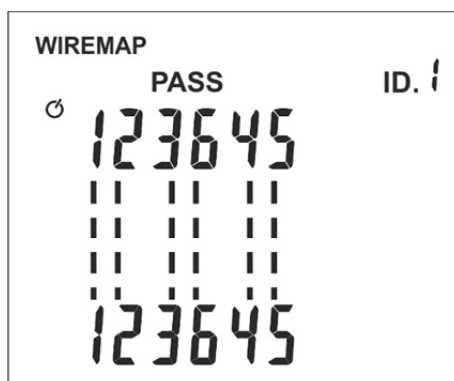

Fig. 11: Visualização do teste correto em cabos com conector RJ11
4. Premir o botão **TESTE/←**. O instrumento executa o teste fornecendo a mensagem “**PASS**” para o teste correto (ver Fig. 11) ou o símbolo “” para além dos pares intermitentes no caso de erro na cablagem (consultar o § 5.2.1)